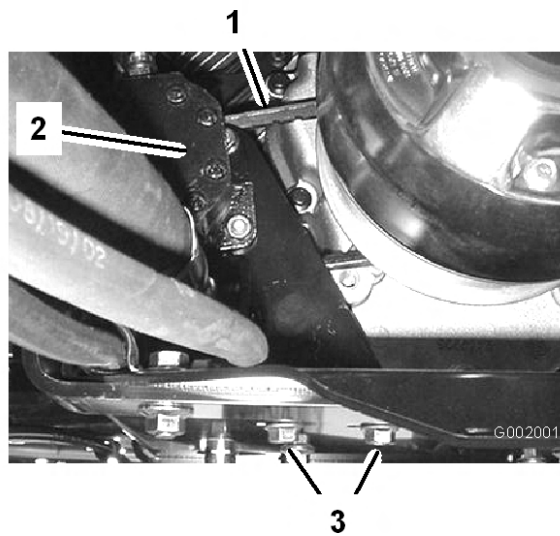

Figura 63
2. Afloje los pernos de montaje de la bomba de dirección (Figura 63).